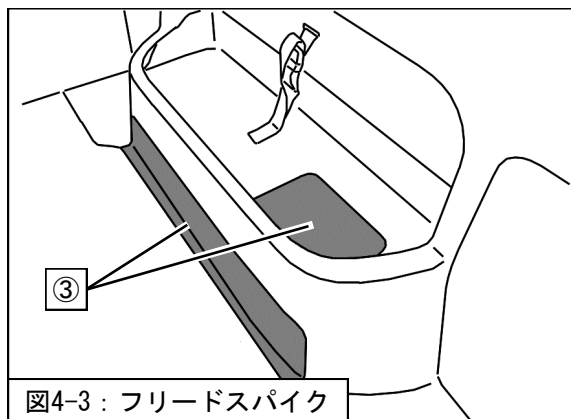

図4-3：フリードスパイク
4. フリードスパイクは、室内のサイドライニングに③リッド (2ヶ所) を取付けてください。(図4-3)